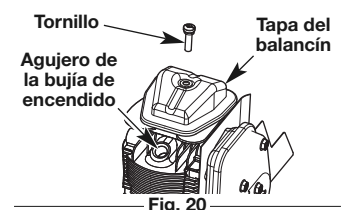
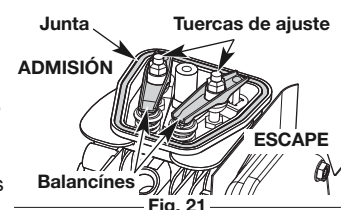

Fig. 20
Fig. 21
6. Quite el tornillo de la tapa del balancín con un destornillador plano o un destornillador Torx T-25 (Fig. 20). Quite la tapa del balancín y la junta. (Fig. 21).
7. Inspeccione el orificio de la bujía (Fig. 20) y hala la cuerda de arranque lentamente para mover el pistón. Asegúrese de que: